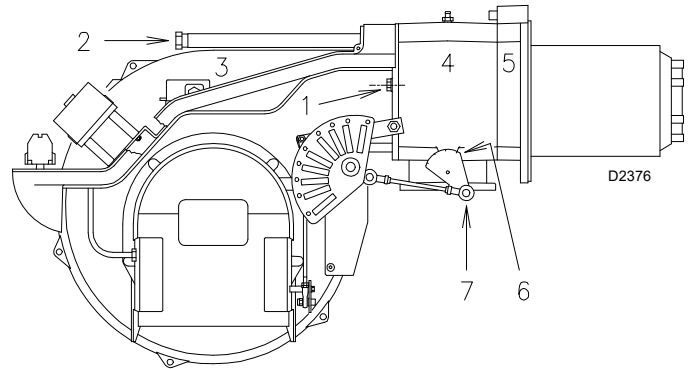

Fig. 18
- saml brænderen igen på føringerne 3) ca. 100 mm fra muffen 4) - brænderne er i positionen vist i Fig. 18;
- sæt sondekablet og elektrodekablet i, og skub derefter brænderen op til muffen, brænderen er i positionen vist i Fig. 18;